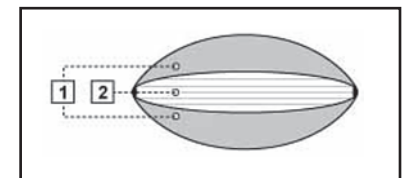

Figure 1-B
4. Fonctionnement de la valve : Se reporter à la figure 1-A (à droite)
6. Ordre de gonflage : Se reporter à la figure 1 à 8 (à droite)